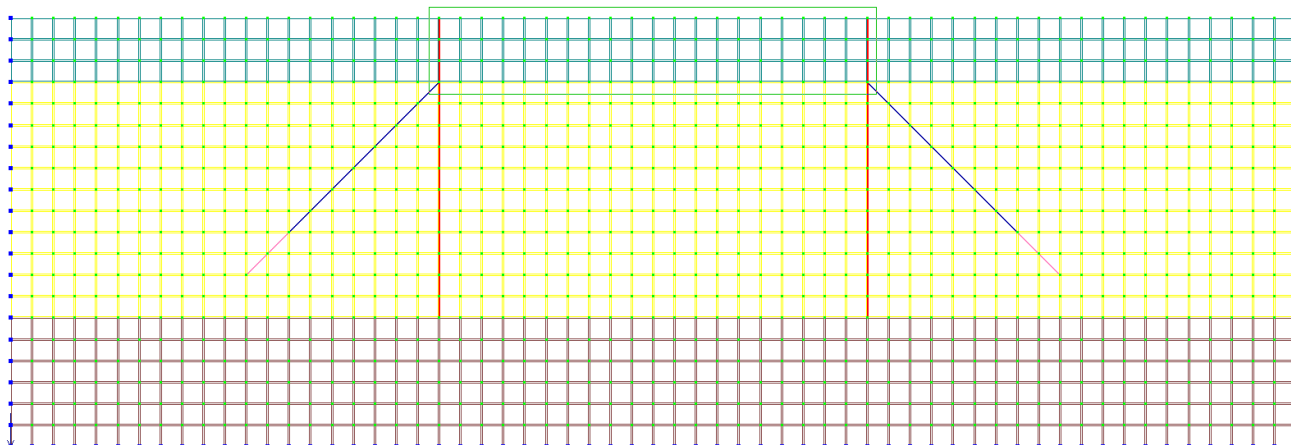

Рис.10.21. Выделение элементов 1-го слоя основания внутри ограждения
- При активной кнопке  – **Отметка элементов** в раскрывающемся списке **Отметка элементов** на панели инструментов **Панель выбора**, с помощью курсора выделите элементы 1-го слоя основания внутри элементов ограждения растягиванием резинового окна слева направо, как показано на рис.10.21.